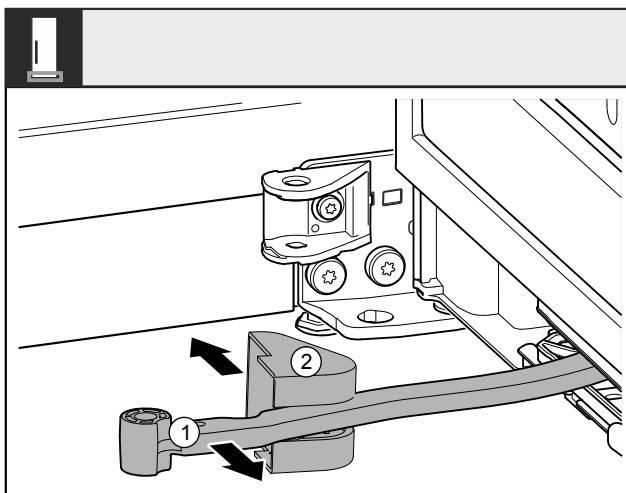

Fig. 11
- ▶ Поверните шарнир Fig. 11 (1) в направлении двери.
- ▶ Снимите крышку опорного кронштейна Fig. 11 (2)а.